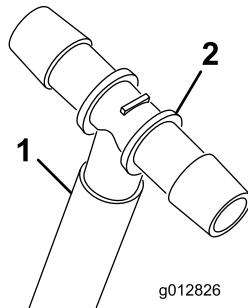

Figura 16
- A. Inserite una fascetta stringitubo sul flessibile corto e poi inserite il raccordo a T nell'estremità del flessibile corto (Figura 16).